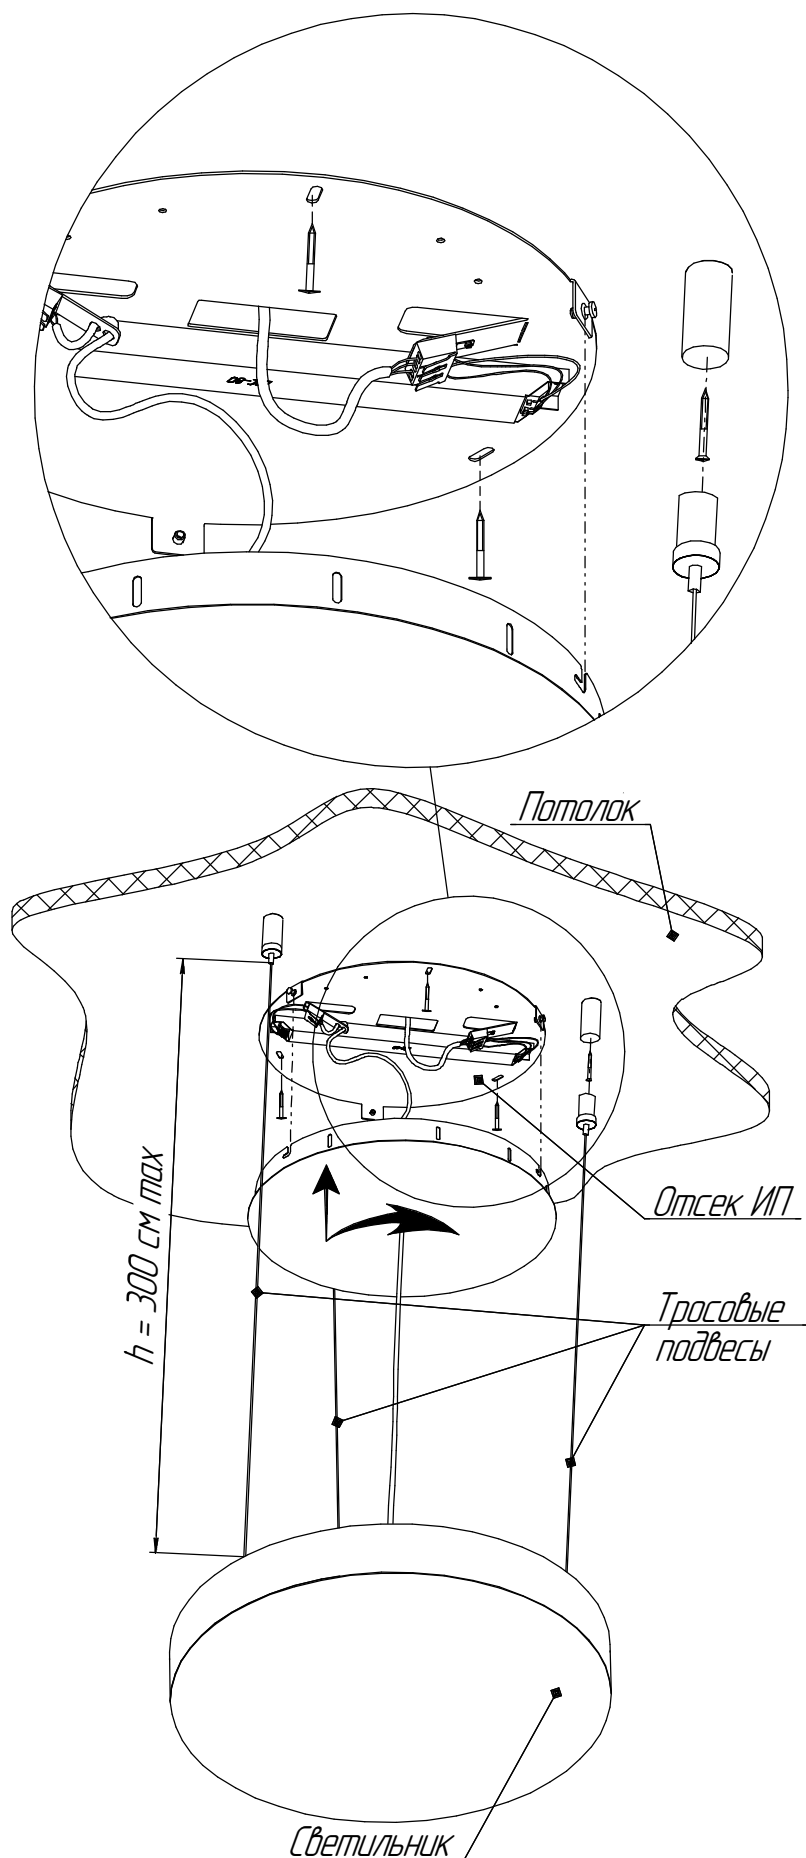

Рисунок 2 - Схема установка светильника.
5.5 Закрепите отсек источника питания в размеченные места рис. 2 .
5.6 Закрепите тросовые подвесы в размеченные места рис. 2.